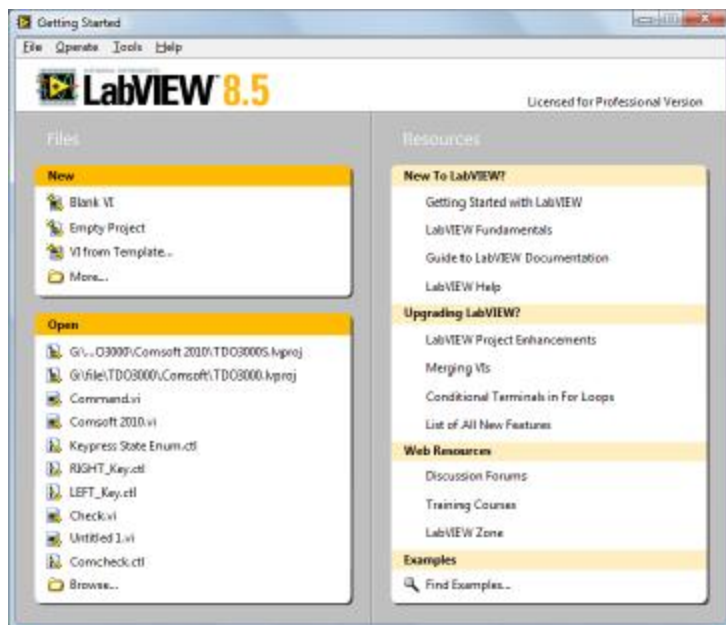

图 4-3-1
1. 进入 Getting Started 画面。选择 New>>Blank VI，新建一个 VI。如图 4-3-1 所示。